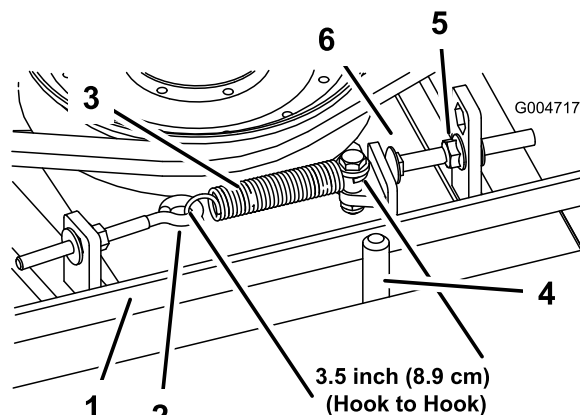

Bild 64
Abstand zwischen dem Schraubenkopf und dem Spannung ungefähr 3 +1,5/0,0 mm beträgt (Bild 64).
Hinweis: Achten Sie darauf, dass der Riemen auf der Federseite der Riemenführung positioniert ist (Bild 64).
2. Lösen Sie den Augenbolzen, um die Verlängerungsfeder abzunehmen (Bild 64).
3. Lösen Sie die Bundmutter, mit der die Anschlagsschraube an der Befestigungslasche befestigt ist. Schieben Sie die Mutter so weit zurück, dass der Spannarm an der Anschlagsschraube vorbeigeführt werden kann (Bild 64). Bewegen Sie die Spannscheibe vom Riemen weg, um diesen zu entspannen.
8. Setzen Sie die Verlängerungsfeder (Bild 64) wieder in den Augenbolzen ein und spannen Sie den Riemen wie folgt: